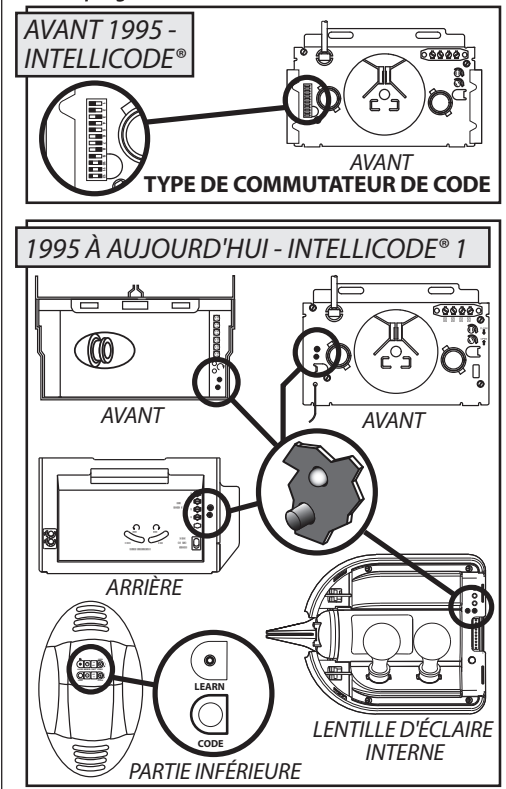

FIG. 2
La télécommande Universal est livrée en standard avec le mode de fonctionnement Intellicode® 1. La diode Rouge sur la télécommande qui s'allume chaque fois qu'on appuie sur un bouton signale le mode Intellicode® 1 (FIG. 2).
3. Appuyez puis relâchez un bouton de la télécommande. (FIG. 2)—La diode du code de programmation reste allumée (cesse de clignoter).
Le bouton ou les boutons sur votre télécommande à utiliser pour faire fonctionner les ouvre-portes Intellicode® 2, doivent être réglés sur le mode de fonctionnement Intellicode® 2. La diode VERTE sur la télécommande qui s'allume chaque fois qu'on appuie sur un bouton signale le mode Intellicode® 2 (FIG. 2).